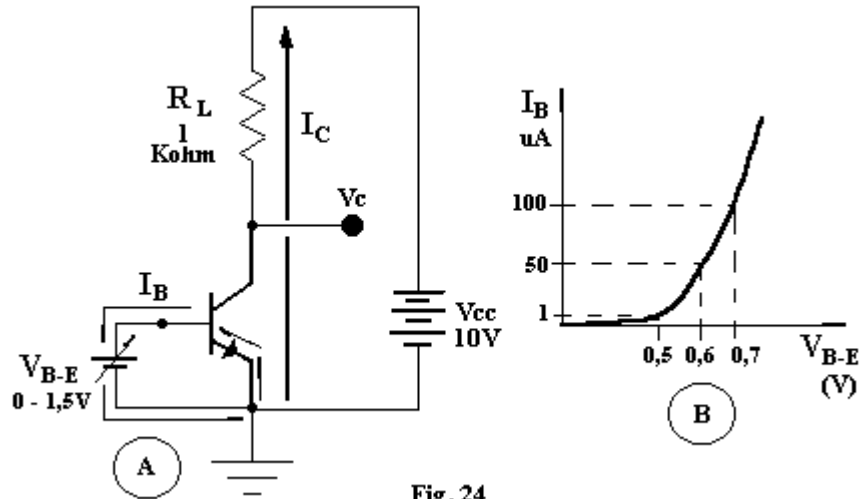
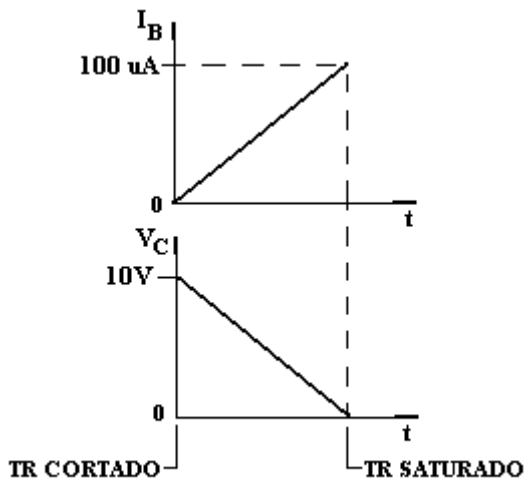

Fig. 24
Fig. 25
En la Fig. 24”A” se plantea un transistor NPN al que se polariza su **Base** con respecto al **Emisor** por medio de una fuente V_{B-E} cuya tensión es ajustable entre **0V** y **1,5V**. El **Colector** se alimenta a través de una resistencia de **1 Kohm**, con una fuente fija V_{CC} de **10V**, conectada entre **Colector** y **Emisor**.
En la Fig. 24”B” vemos como varía la corriente de base I_B , en función de la tensión de polarización directa del diodo **B-E**.
Si en el circuito planteado en la Fig. 24, la corriente de base I_B , se incrementa continuamente entre 0 μA y 100 μA , una corriente de colector I_C 100 veces mayor circulará en cada instante, causando una caída de tensión a través de R_L cada vez mayor (Fig. 25). Consecuentemente V_C decrecerá continuamente desde 10V hasta 0V.
- *La etapa amplificadora planteada en la Fig. 24 y que se analizó precedentemente es denominada “Amplificador en Clase A”.*